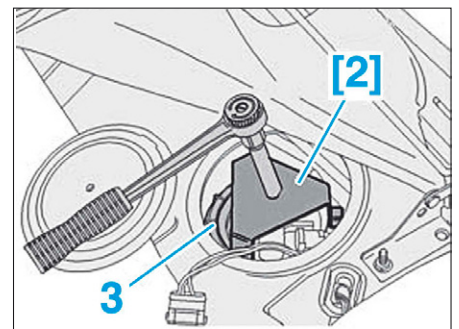

FIG. 21
- A l'aide de l'outil [2], desserrer la bague-écrou (3) (Fig.21).